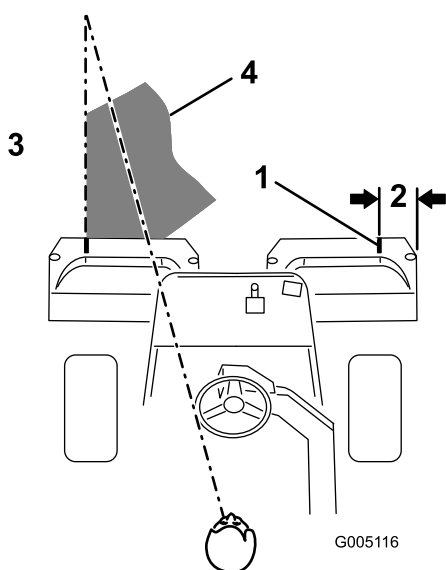

Figura 25
**Nota:** Per assistenza nel mantenimento di una linea retta sul green e nel mantenimento della macchina a una distanza pari dal bordo del taglio precedente, immaginate una linea di visione di circa 1,8–3 m davanti alla macchina fino al bordo della porzione di green non tosata (Figura 25). Includete il bordo esterno del volante come parte della linea di visione, ovvero mantenete il bordo del volante allineato con un punto che viene mantenuto sempre alla stessa distanza dalla parte anteriore della macchina.